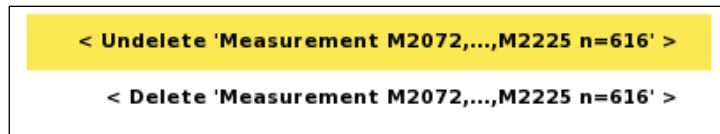

Figura 68 Menú de opciones Recuperar/Eliminar puntos de datos
- Resalte "<Recuperar 'Medidas Mxxx,...,Mxxx n=xxx'>" (Mxxxx representa un identificador de medición) (Figura 68)